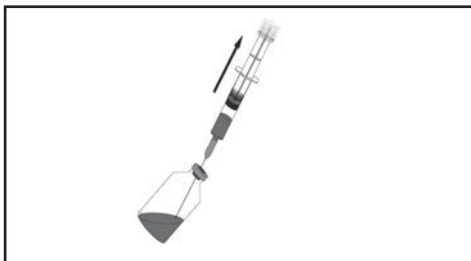

Figura 2a.
- 2.1 Trasferire la quantità richiesta di farmaco dal suo contenitore alla siringa aspirando la soluzione nella siringa attraverso l'ago sterile collegato (Figura 2a). Lasciare una piccola bolla d'aria nella siringa (1 ml o meno) per una migliore miscelazione.